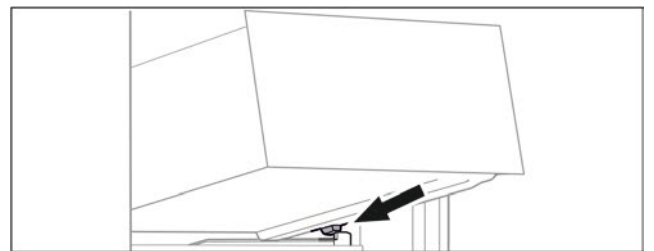

Fig. 20
- ▶ Наклоняя вниз, установите выдвижной ящик за стопоры на контейнерное ребро Fig. 20 (1).